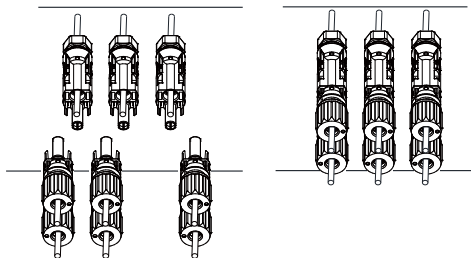

Fig. 5.6 Conexiune intrare CC
d) În cele din urmă, introduceți conectorul fotovoltaic în intrarea fotovoltaică pozitivă și negativă a invertorului, așa cum se arată în Fig. 5.6.